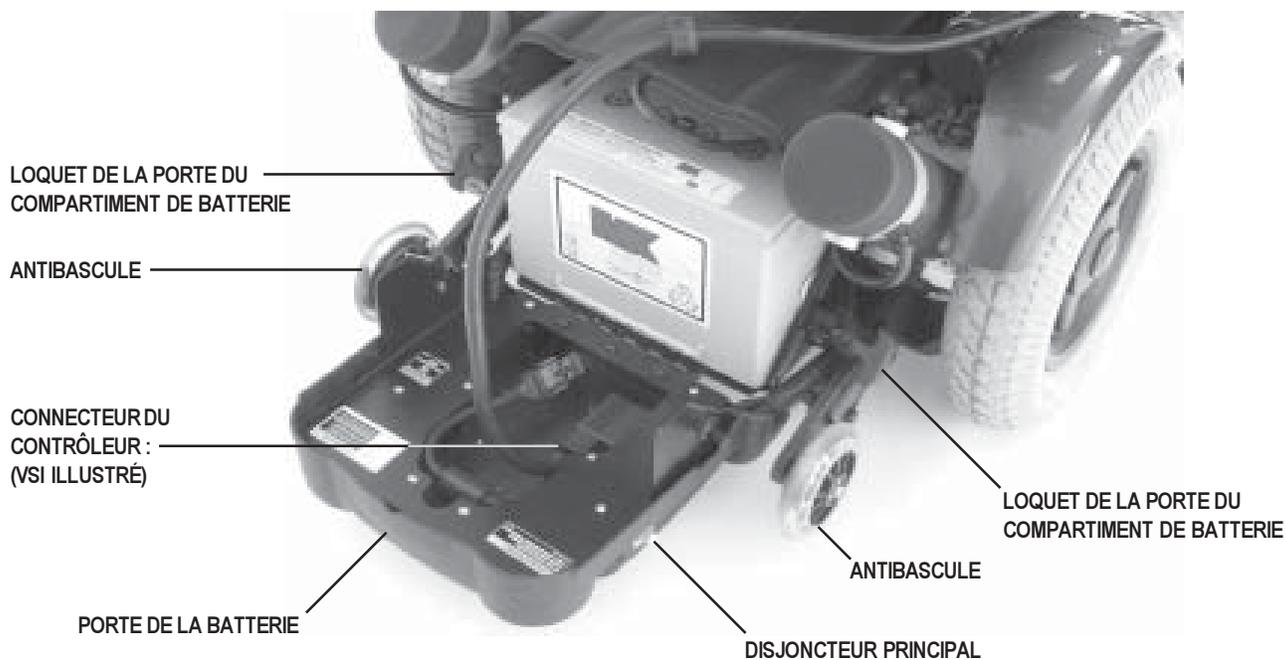

Figure 6. Base motorisée Vibe (vue arrière - porte de la batterie abaissée)
Les composants électriques sont logés sur la porte de la batterie à l'arrière de la base motorisée. Voir la figure 6.
2. Ouvrez la porte du compartiment de la batterie et débranchez le connecteur du contrôleur de l'arrière de la base motorisée. Voir la figure 6.